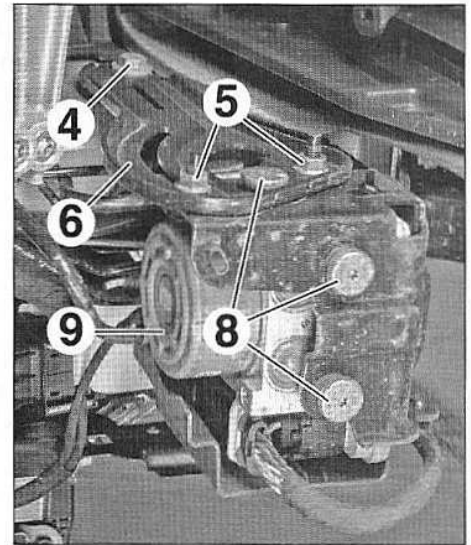

FIG.33
- Desserrer (Fig.33) :
- la vis (4),
- les écrous (5).
- Basculer le support (6).
- Déposer (Fig.33) :
- les vis (8),
- le groupe électrohydraulique (9).